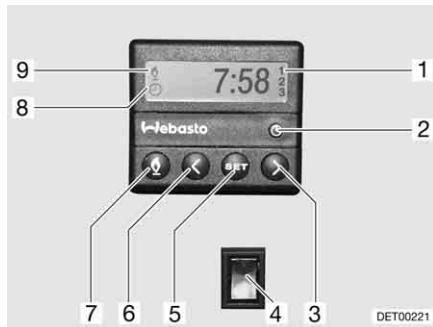

Fig. 110 Centralina di controllo per riscaldamento fisso
- Premere il tasto (Fig. 110,7). Il funzionamento del riscaldamento viene indicato con il simbolo (Fig. 110,9). La ventola viene inserita solo quando la temperatura dell'acqua di raffreddamento è pari a 30 °C.
- Premere il tasto (Fig. 110,7). Il simbolo (Fig. 110,9) si spegne.
- Premere l'interruttore (Fig. 110,4) in basso. Il motore viene preriscaldato. La ventola viene inserita immediatamente.
- Premere l'interruttore (Fig. 110,4) in alto. Il motore rimane freddo.
- Premere il tasto (Fig. 110,2). L'impostazione dell'ora viene indicata con il simbolo (Fig. 110,8).
- Impostare l'ora con i tasti (Fig. 110,3 e 6).
- Premere il tasto (Fig. 110,5).
- Impostare l'orario di accensione con i tasti (Fig. 110,3 e 6) entro 10 secondi.
- Premere il tasto (Fig. 110,5) fino a che nel display (Fig. 110,1) non appare il numero di programmazione desiderato.